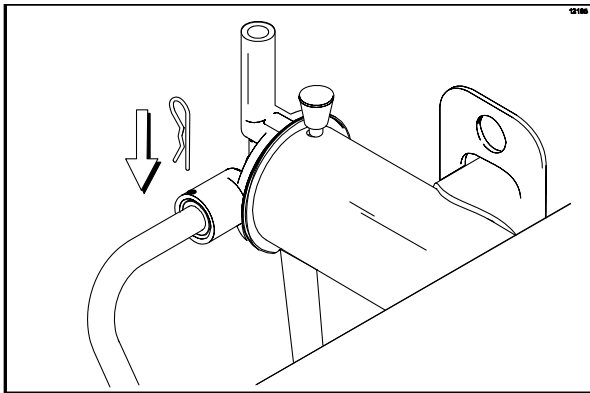

Figura 45
**Instale el extremo del tubo de alimentación de mezcla correspondiente a la bomba y sujételo con la chaveta.** El incumplimiento de esta instrucción puede provocar que se rocíe desinfectante sobre el operador. (Vea la figura 45.)